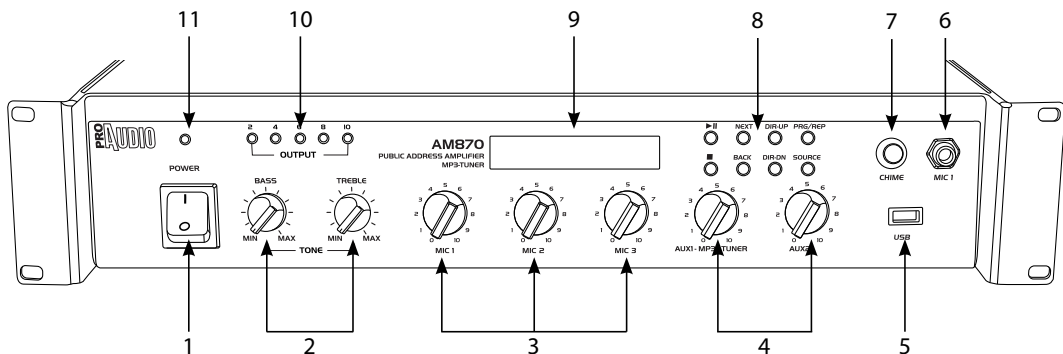

Fig.1
8. PULSANTI PER LA MODALITA' MP3/FM/AM: vedi tabella pag. 9 (fig 1)
8. BUTTONS FOR THE MODE MP3/FM/AM: see table pag. 9 (fig 1)